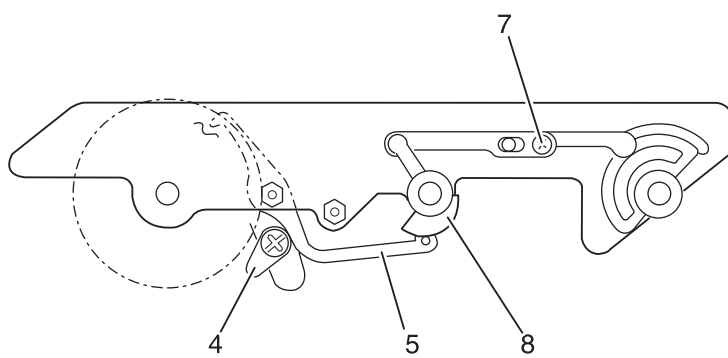

Рис. 4
- Ослабьте крепежный винт 7 (рис. 4).